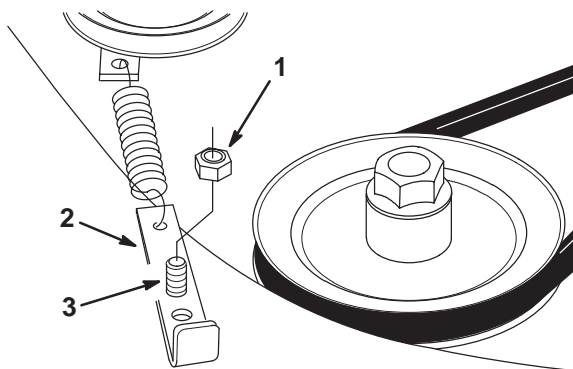

Bild 32
2. Heben und lösen Sie den Federanker von der Kopfschraube (Bild 32).
3. Bringen Sie das zutreffende Loch des Federankers auf die Kopfschraube, damit sich der Spannscheibendruck auf die Schneidwerk-Spannscheibe erhöht (Bild 32).
4. Drehen Sie die Mutter fest auf die Kopfschraube (Bild 32).